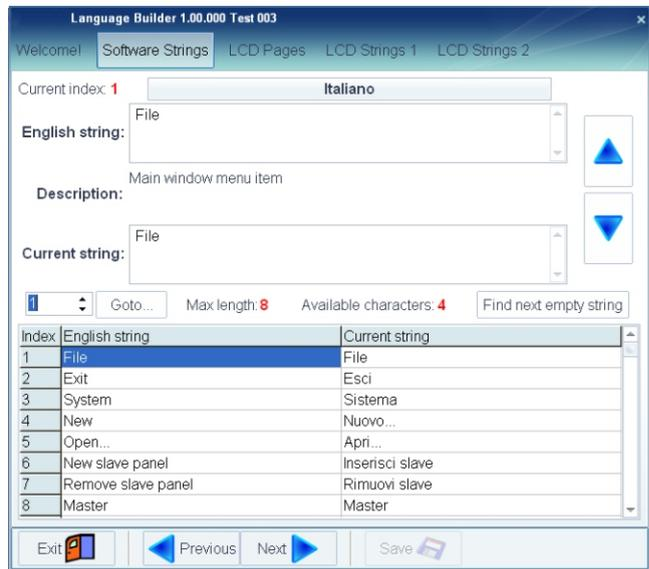

Figura 32 Ventana para la creación /modificación de un idioma
- 2) En la ventana siguiente (ver la Figura 32), en el campo "**Current string**" se introduce la traducción del término en inglés presente en el campo "**English string**". En este campo aparece una descripción del término en traducción. La nueva palabra traducida será introducida en el campo "**New string**". Los caracteres a disposición serán mostrados cada vez.